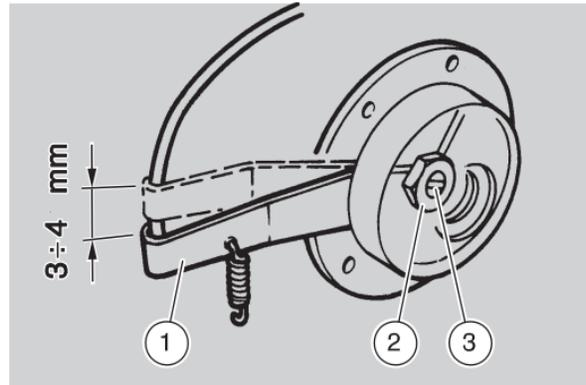

Fig. 20
- allentare il dado interno con l'apposita chiave in dotazione (Fig. 20 - pos. 2);
- Girare la vite di regolazione con un cacciavite (Fig. 20 - pos. 3) fino al recupero totale del gioco;
- svitare la suddetta vite di 1/2 giro circa, corrispondente a 3 - 4 mm di corsa del cavo (Fig. 20 - pos. 1);